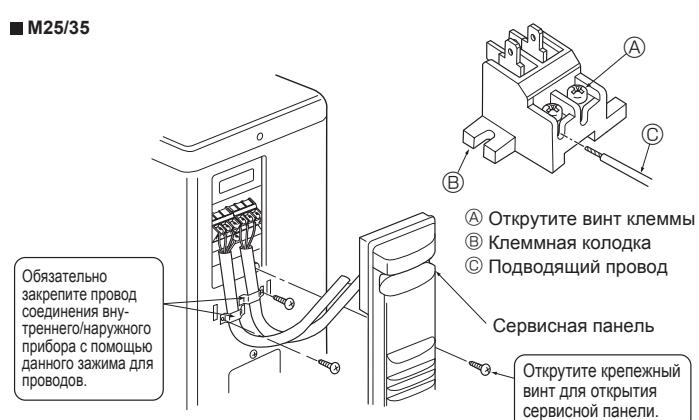
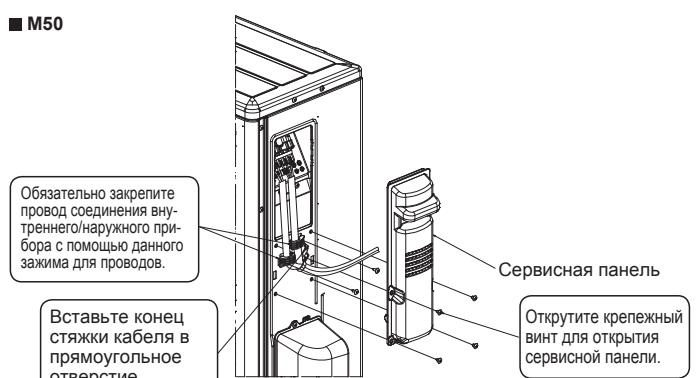

Fig. 6-3
Fig. 6-4
### 6.1. Наружный прибор (Fig. 6-1, Fig. 6-2, Fig. 6-3, Fig. 6-4)
② Проложите кабели в соответствии с Fig. 6-1, Fig. 6-2, Fig. 6-3 и Fig. 6-4.